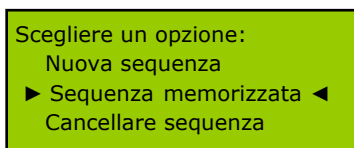

Figura 6.
- “*Sequenza memorizzata*” permette realizzare una sequenza di giri memorizzata. Per selezionarla, situare il cursore vicino a questa posizione come si indica nella Figura 6 e spingere [ENTER].